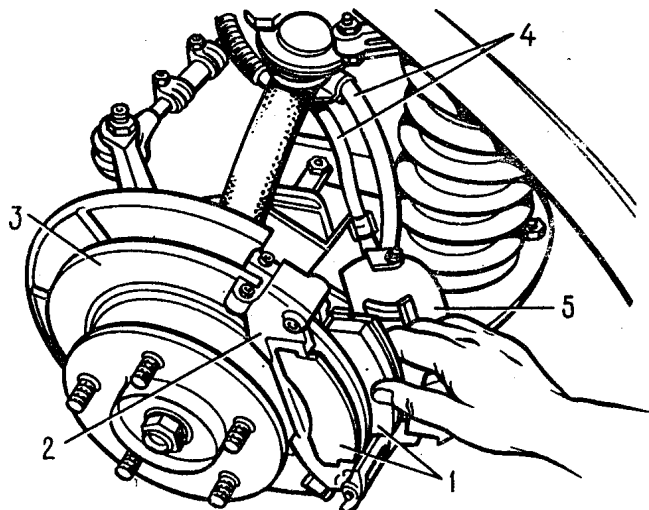

Fig. 6-17. Cambio de las pastillas de freno:
- desenclavijar el eje de la palanca superior de presión, extraerlo y quitar la palanca; quitar el conjunto la pinza y extraer de las ranuras de la guía las pastillas desgastadas (Fig. 6-17);